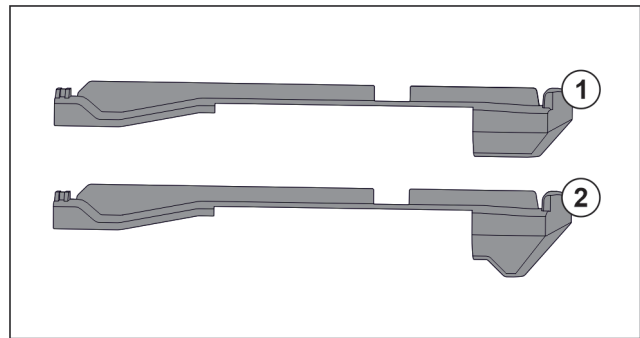

Fig. 124 Сравнение на наставките
В уреда има два вида наставки. Наставката над най-долното чекмедже Fig. 124 (2) има триъгълен ръб. Всички останали наставки Fig. 124 (1) имат прав ръб.
- ▶ Поставете наставката Fig. 124 (2) с триъгълния ръб над най-долното чекмедже.
- ▶ Поставете наставка Fig. 124 (1) с прав ръб на всички останали места.